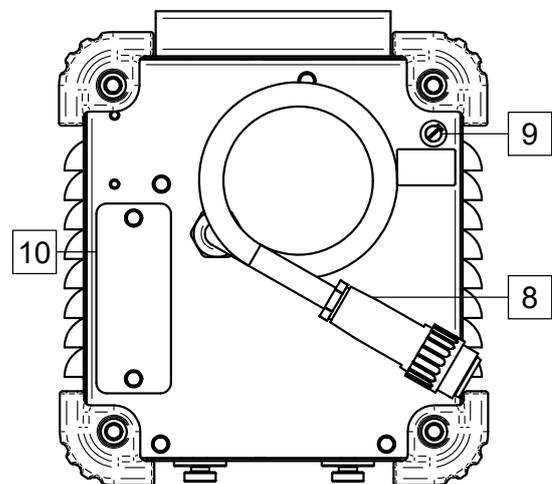

Abbildung 5
- Schließen Sie den Schlauch an den Wasserschnellanschluss (im Lieferumfang enthalten) an Vor- und Rücklauf des Kühlers an (Abb. 5).